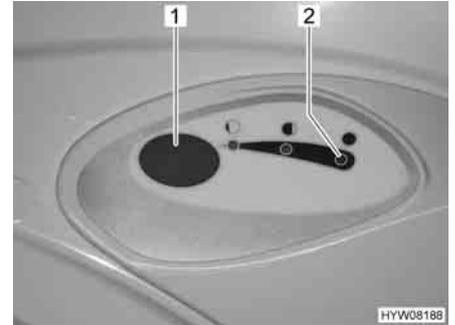

Fig. 169 Pulsante dello sciacquone/spia di controllo toilette Thetford
- Per sciacquare premere il pulsante blu (Fig. 169,1).
La spia di controllo (Fig. 169,2) si accende quando il serbatoio fecale deve essere svuotato.